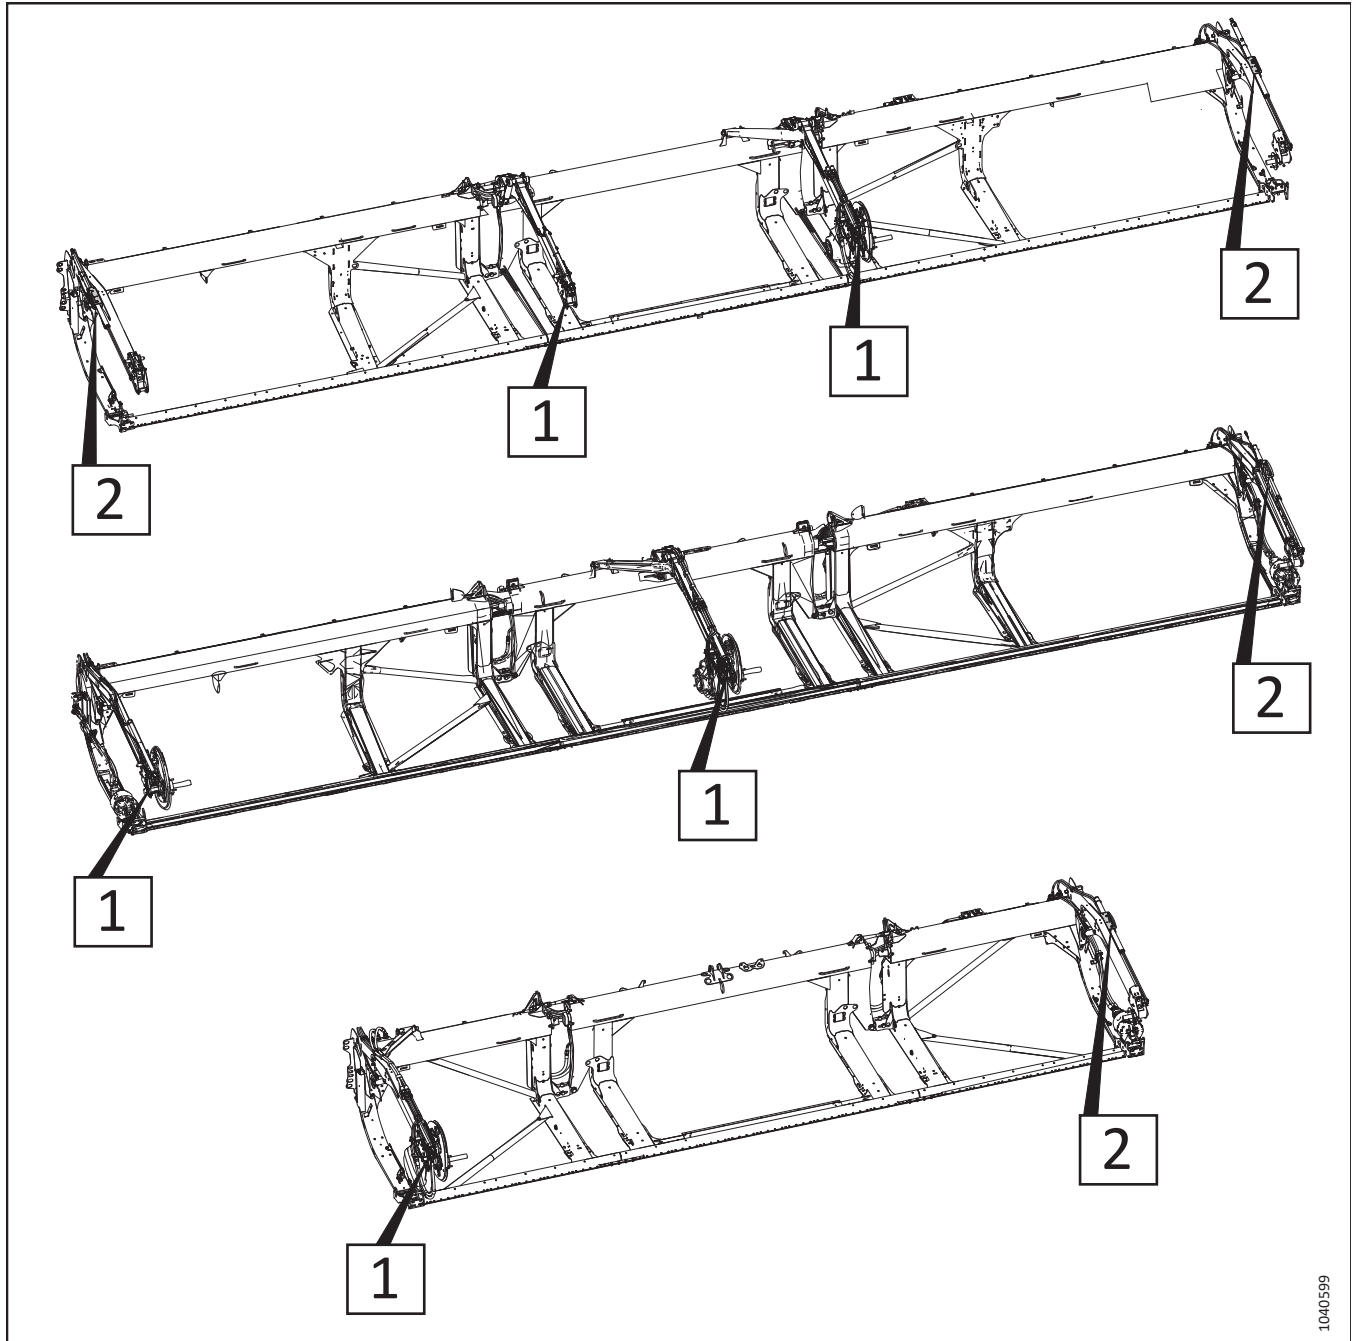

Figura 3.199: Cilindri longitudinali regolabili – Numeri di riferimento della procedura
6. Per determinare le procedure di regolazione dei cilindri longitudinali per il proprio tipo di testata, vedere la Figura 3.199, pagina 181. Il numero sulla figura si riferisce a una delle seguenti procedure: